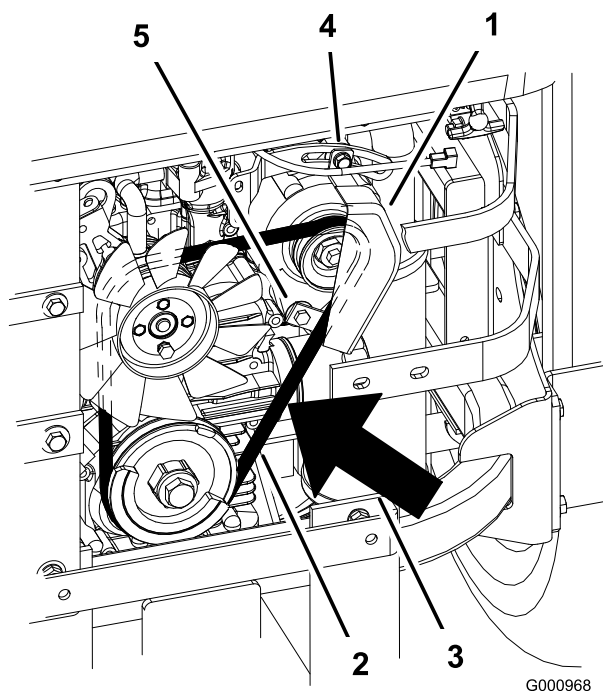

Figura 66
2. Regolate l'alternatore verso l'esterno fino ad ottenere una flessione della cinghia di 7–9 mm tra le pulegge del motore e dell'alternatore con una forza di 10 kgf (Figura 66).
5. Se la flessione è esatta, serrate i bulloni inferiore e superiore (Figura 66).